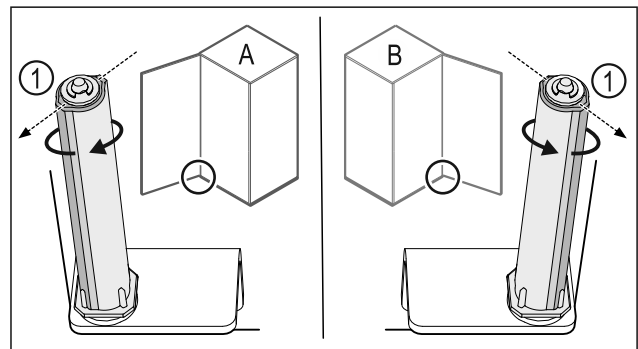

Fig. 44 Розкриття ліворуч (A) / Розкриття праворуч (B)
- ▶ Систему закриття повертати проти опору доки перемичка системи закриття Fig. 44 (1) не показуватиме назовні.